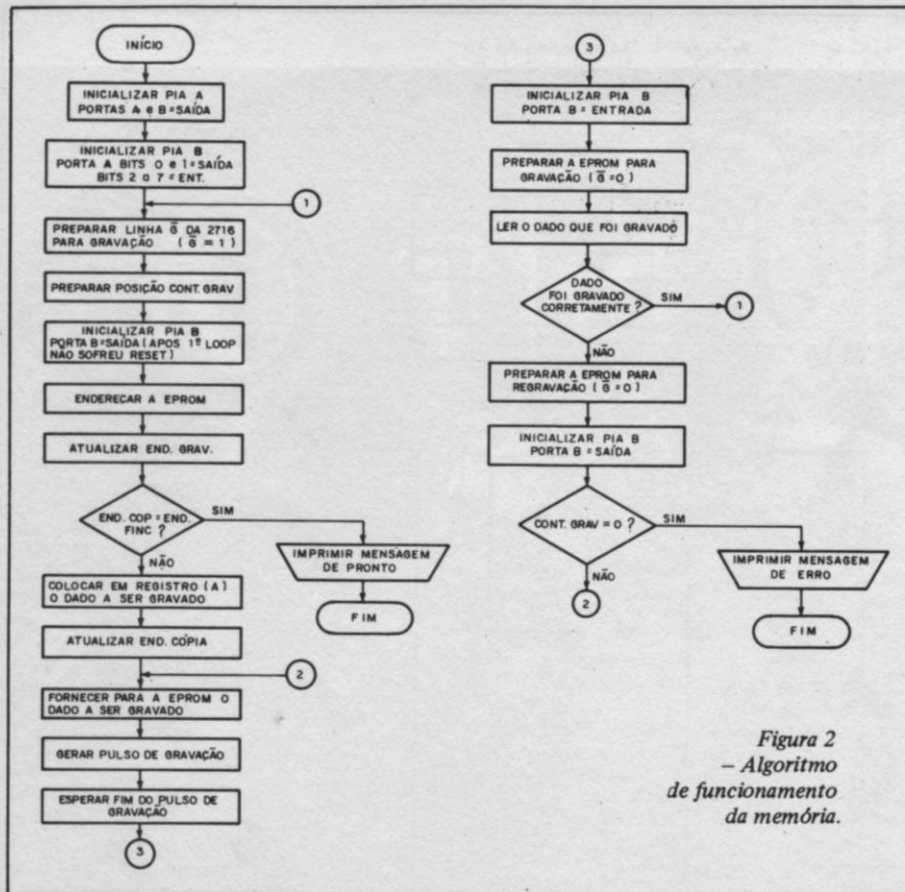

Figura 2
lógico inicial no pino 20 (G) ser desconhecido, uma vez que este pino está alimentado através de uma das saídas do PIA B (6821). Na figura 2 está ilustrado o funcionamento desta memória.